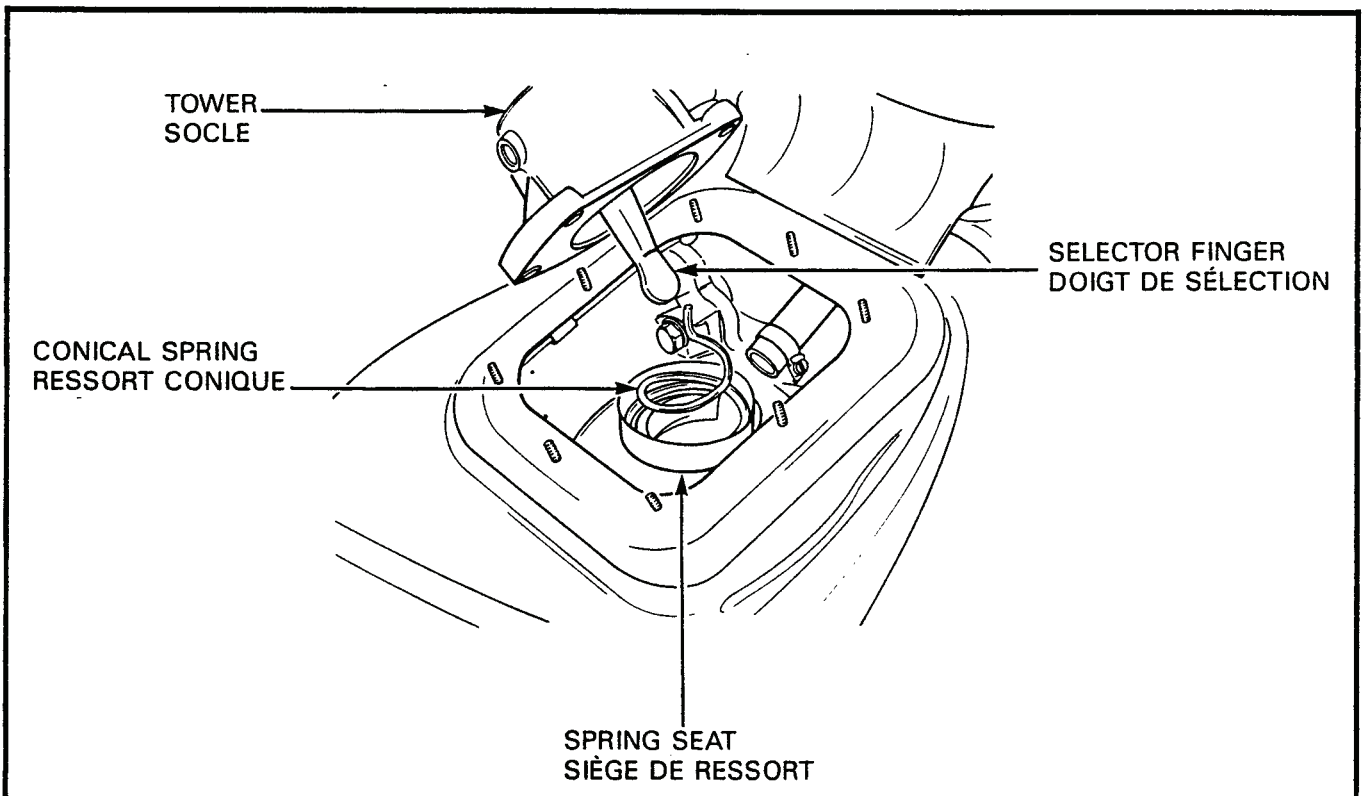

Figure 3-1-14 Spring and Selector Finger of Transmission Shift Lever
- c. Insert the end of the spring into the hole in the selector finger and install the spring seat on the base of the selector spring, see Figure 3-1-14.
- c. Insérer l'extrémité du ressort dans l'orifice du doigt de sélection, et installer le siège du ressort sur la base du ressort, voir figure 3-1-14.